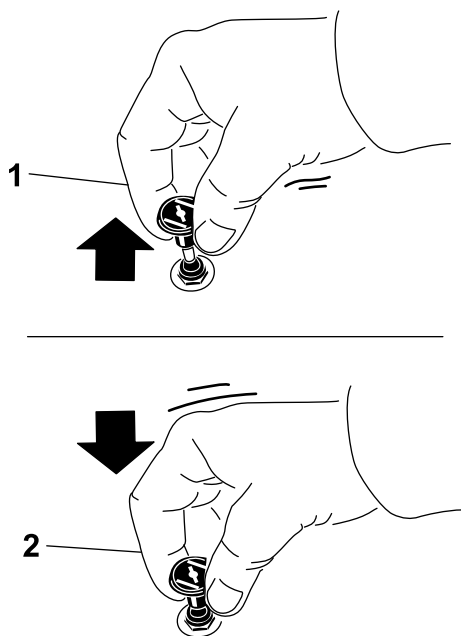

Figura 29
1. Tirate verso l'alto la manopola dello starter per avviarlo prima di utilizzare l'interruttore a chiave (Figura 29).
2. Spingete giù lo starter per disinnestarlo una volta acceso il motore (Figura 29).